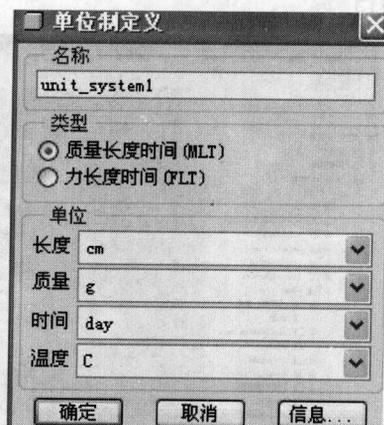

图 1-17 “单位制定义”对话框
(3) “新建”按钮：单击该按钮，系统弹出如图 1-17 所示的“单位制定义”对话框。在该对话框中，可以根据需要创建新的单位系统。
“编辑”按钮：单击该按钮，系统弹出如图 1-17 所示“单位制定义”对话框，可以根据需要修改单位系统。